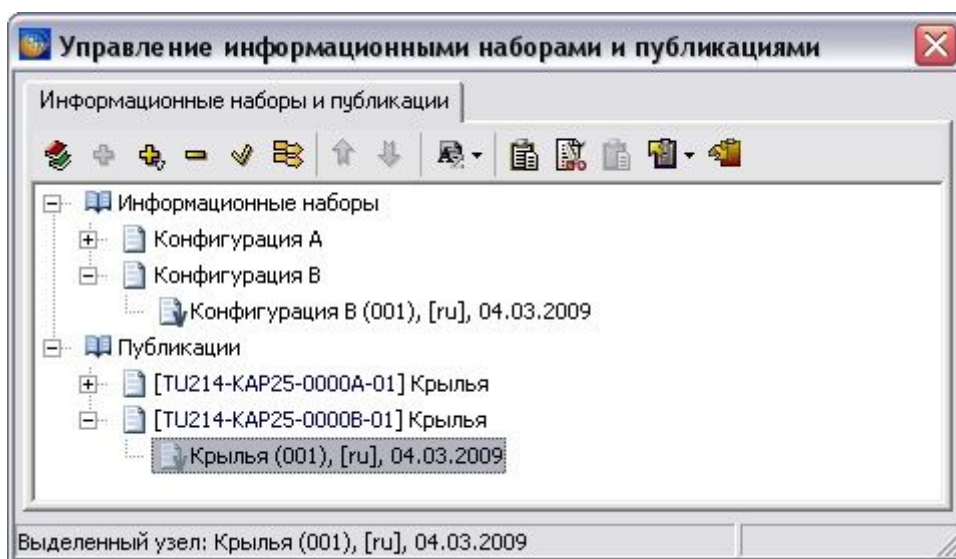

Рис. 12.15. Публикации для конфигурации В
3. В окне управления информационными наборами и публикациями сформируйте новые информационные наборы, отражающие перечень МД, актуальный для создаваемой конфигурации (Рис. 12.15).
4. Создайте новые публикации, задав для них соответствующие новые коды. Наименования, скорее всего, будут совпадать с наименованиями соответствующих публикаций для базовой конфигурации (Рис. 12.15).
5. Создайте версию публикации, задав все необходимые атрибуты (Рис. 12.15).